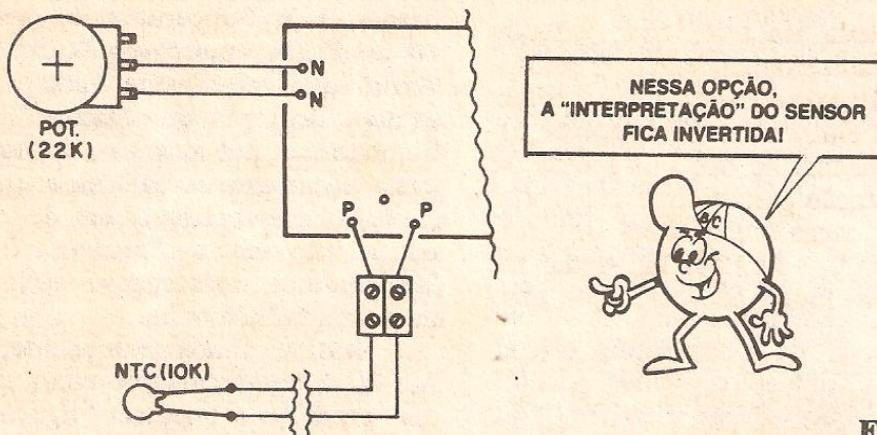

Fig.7
- FIG. 7 - "INVERTENDO" A ATUAÇÃO DA MP-30 - É possível, com uma alteração simplíssima, "inverter" a atuação do circuito, fazendo com que ele atue como uma chave "quente liga" (originalmente sua função é "frio liga"...), que pode também ser útil em outras diversas funções de controle! Para tanto, basta eletricamente, na estrutura do próprio circuito, também "inverter" as posições relativas do termistor e do respectivo trim-pot de ajuste... Sem nenhuma "mexida" na placa ou no seu lay out natural, o trim-pot (um potenciômetro, no caso...) pode ser ligado "no lugar" do termistor, e este no lugar daquele, conforme ilustra a figura! Com tal disposição, obtemos o funcionamento "inverso", preser-
mente construídas para tal finalidade, sejam utilizadas... Já no diagrama 8-B, para o caso do Leitor/“Aluno” ter optado (por razões aplicativas) pelo funcionamento “inverso” (ver fig. 7) mostramos um arranjo do tipo “quente liga”, com a carga representada por um ventilador, por exemplo (também pode ser um complexo sistema refrigerador, baseado em compressores, serpentinas com gás refrigerante, etc.). Com tal configuração, quando a Temperatura do meio ou fluido controlados “subir”, atingindo um pré-determinado (e ajustado) degrau, a MP-30 acionará o “resfriamento” destinado a manter as “coisas” dentro dos desejados li-
Outra possibilidade: para usar o dispositivo totalmente num "ambiente" elétrico energizado por 12 VCC (como num veículo, por exemplo...), basta "desprezar" todo o setor do circuito correspondente à sua fonte interna (transformador, diodo 1N4001 anexos), aplicando os 12 VCC disponíveis diretamente às barras cobreadas da placa, correspondentes aos percursos da alimentação CC... Nesse caso, elementos aquecedores industrialmente desenhados para trabalhar sob 12 VCC deverão ser usados, controlados diretamente pelos terminais "NA" e "C" da placa de Circuito Impresso (ver figs. 5 e 6...). Se a idéia (ao invés de "esquentar"...) for "esfriar", tudo bem, também: ventiladores ou sistemas de condicionamento para veículos normalmente trabalham sob 12 VCC e aí é só controlar tais dispositivos através dos tais contatos da placa (usar, no caso, a configuração sugerida na fig. 7...).